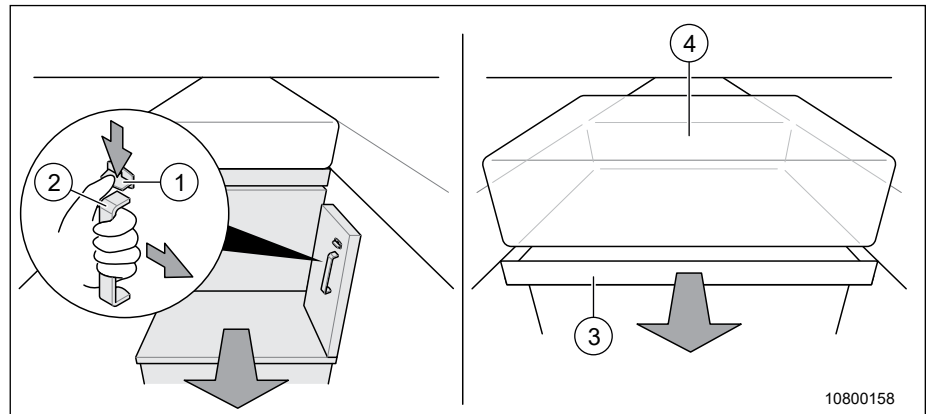

Fig. 57 Lit jumeau
1. Actionner le déverrouillage de la marche (Fig. 57, Pos. 1).
2. Tirer la marche (Fig. 57, Pos. 2) vers l'avant à l'aide de la poignée.
3. Soulever légèrement le panneau du meuble (Fig. 57, Pos. 3) et le tirer vers l'avant.
4. Mettre en place le coussin d'appoint (Fig. 57, Pos. 4).